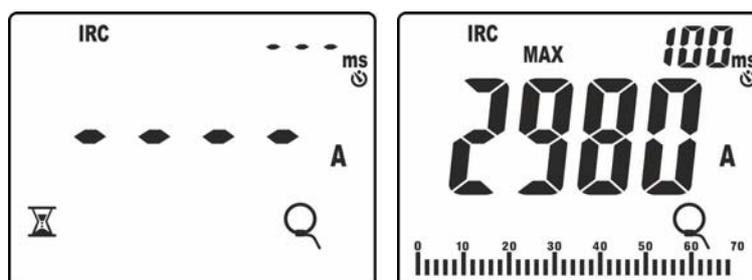

Fig. 43: Reconhecimento do evento corrente de pico
8. Premir o botão **GO/HOLD** para ativar a função. O instrumento coloca-se à espera do reconhecimento do evento (valor medido superior ao patamar fixo do impulso igual a **1%FS pinça: ex 30A para FS = 3000A**) mostrando o símbolo “” no display (ver Fig. 43 – parte esquerda)
9. Ao reconhecimento do evento **a medição termina automaticamente** e o instrumento apresenta no display principal o valor **Max RMS** calculado no tempo de avaliação de **100ms** (por defeito) assinalado no display secundário (ver Fig. 43 – parte direita)